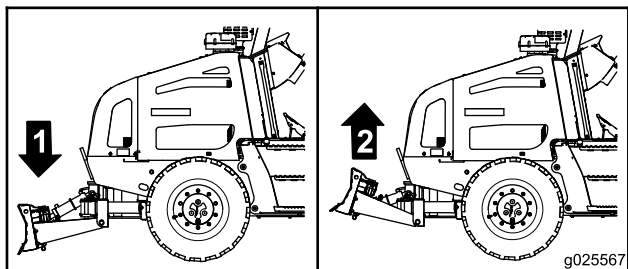

Рисунок 55
- Опускание отвала обратной засыпки: Переместите джойстик вперед (Рисунок 55).
- Подъем отвала обратной засыпки: Переместите джойстик назад (Рисунок 55).